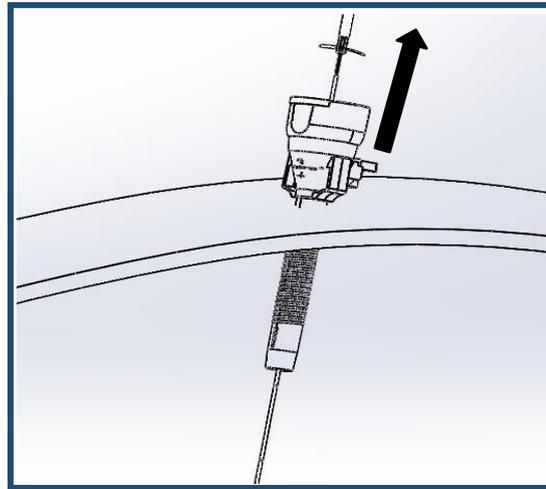

Figura 5 - Procedimento de apreensão do "T" da alça e retirada através do trocarte.
- 6 - Introduzir a alça pelo lado distal no corpo do introdutor e empurrar até a primeira marcação, conforme figura 5.